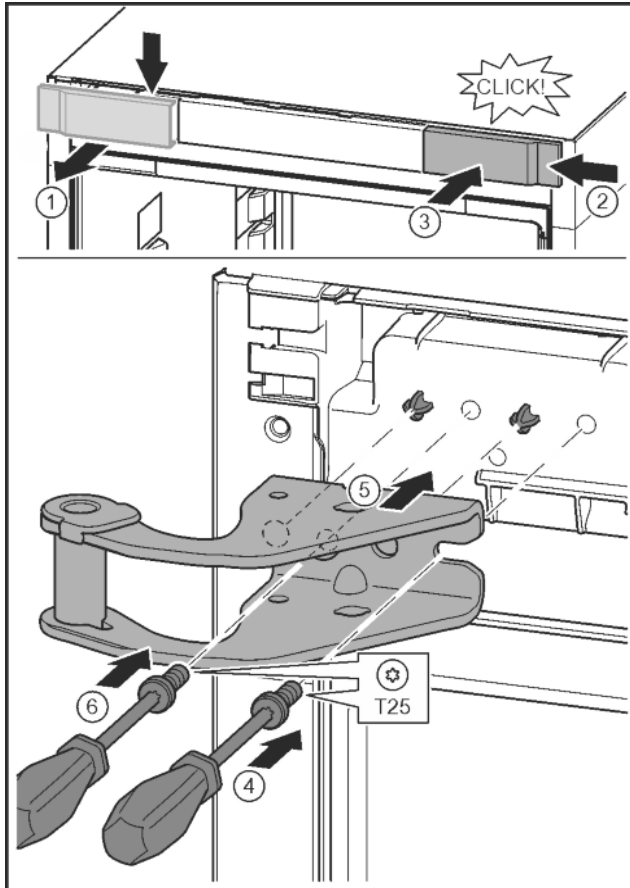

Fig. 14
- ▶ Libérer le cache et le retirer latéralement. Fig. 14 (1)
- ▶ Accrocher le cache tourné de 180° de l'autre côté à droite. Fig. 14 (2)
- ▶ Encliqueter le cache. Fig. 14 (3)
- ▶ Mettre en place la vis avec un tournevis T25. Fig. 14 (4)
- ▶ Mettre en place le support de palier supérieur. Fig. 14 (5)
- ▶ Serrer la vis. Fig. 14 (4)
- ▶ Mettre en place la vis avec un tournevis T25 et la serrer. Fig. 14 (6)